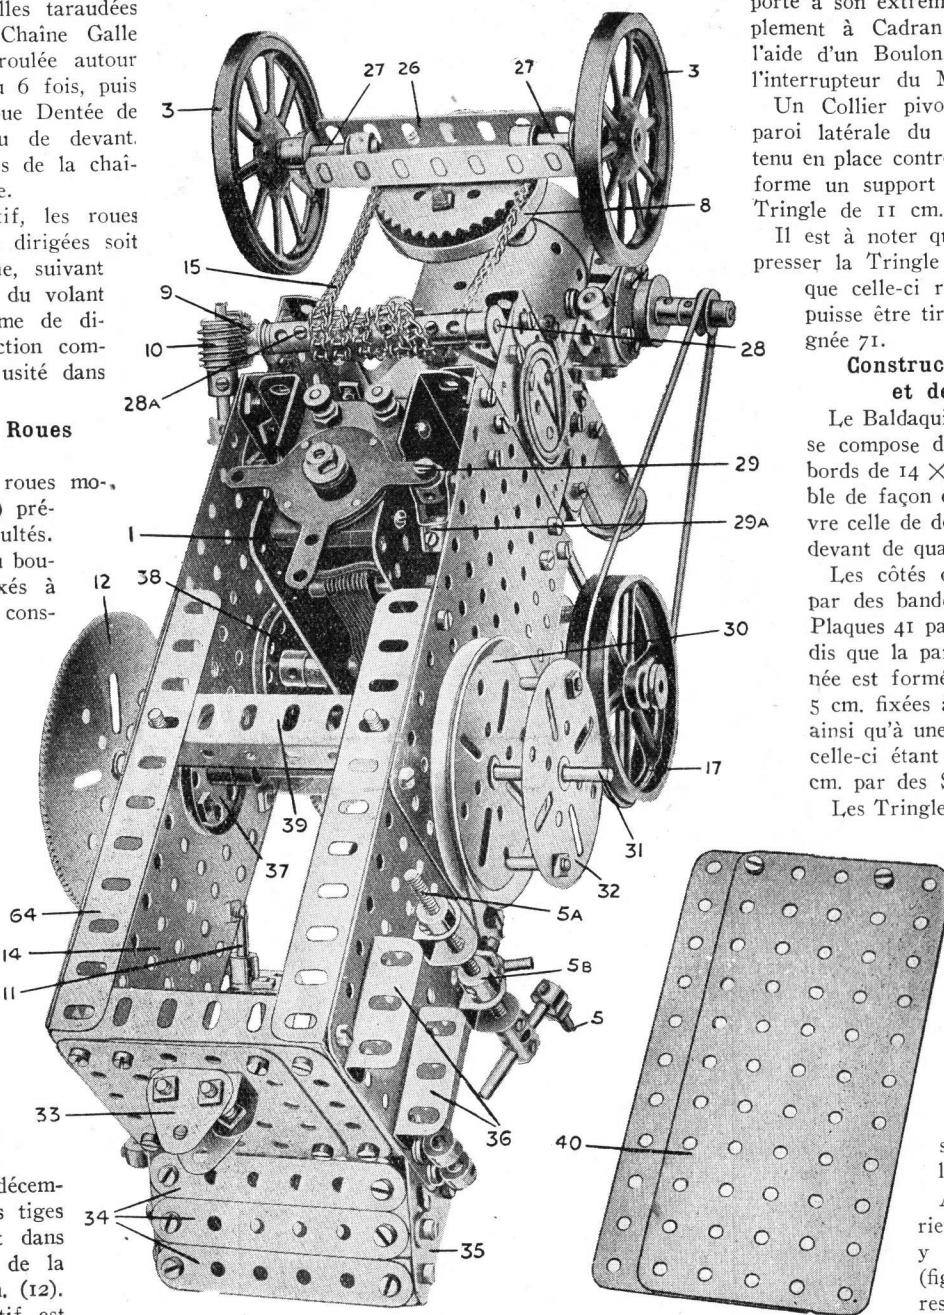

Fig. 5. — Vue de dessous, montrant le mécanisme de direction et le Moteur Electrique.
DANS notre numéro du mois passé nous avons décrit la construction du châssis principal du Tracteur Meccano et nous nous sommes occupés de tous les détails de la Chaudière et du Moteur, ainsi que du mécanisme de freinage. La fig. 4 du présent numéro représente le modèle vu d'en haut, ce qui met en évidence les engrenages et le moteur, tandis que la vue du modèle complet prise d'en bas (fig. 5) montre très clairement la position du Moteur, ainsi que les engrenages de direction et de freinage. Après avoir construit la partie du Moteur et de la Chaudière et l'avoir ajustée à la partie de derrière du modèle, comme nous l'avons décrit le mois dernier, il faut passer à la construction du mécanisme commandant le mouvement du modèle.
Les roues motrices de devant 3 (fig. 5), qui consistent en Roues de 75 mill., sont montées sur les Tringles de 38 mill. (27) passées dans les trous d'une Bande Courbée de 90 x 12 mill. Celle-ci est fixée à l'intérieur d'une cornière en « U » formée de deux Cornières de 9 cm.
(26) boulonnées ensemble, comme on le voit sur la fig. 5. Les extrémités intérieures des Tringles sont passées dans des Equerres boulonnées aux Cornières et sont tenues en place par des Colliers fixés aux Tringles contre les Equerres. Ce dispositif est montré sur la fig. 5.
Le Boudin de Roue 8 (fig. 5) est fixé aux Cornières 26 par des Boulons passés à travers une Roue Dentée de 5 cm.; une Tringle de 38 mill. fixée à celle-ci joue le rôle d'un pivot pour l'essieu de devant. La Tringle est passée dans une Bande à double Courbure 8a (voir fig. 2 dans notre numéro de décembre) boulonnée au-dessous de la Chaudière et est tenue librement en position au moyen d'un Collier placé sur la Tringle à l'intérieur de la Chaudière. Le mécanisme de direction est commandé par une roue directrice 4 (fig. 4) fixée à une Tringle de 20 cm. (11) qui est
passée dans des Supports Doubles boulonnés à la paroi latérale du châssis de la partie arrière du modèle (voir aussi fig. 3, M.M. de décembre). La Tringle de direction 11 porte à son extrémité inférieure une Vis sans fin 10 (fig. 5) qui engage un Pignon de 19 mill. (9) sur une Tringle de 9 cm. (28), cette Tringle étant passée dans des Bandes de 38 mill. boulonnées aux plaques latérales du châssis (voir aussi fig. 3, M.M. de décembre).
La Tringle 28 porte plusieurs Accouplements et Colliers 28A (fig. 5) dont les chevilles taraudées servent à saisir une Chaîne Galle de 40 cm. qui est enroulée autour des accouplements 5 ou 6 fois, puis passée autour de la Roue Dentée de 5 cm. fixée à l'essieu de devant. Naturellement, les bouts de la chaîne sont joints ensemble.
En plaçant la roue sur la Tringle 31 (fig. 5 et fig. 3 du n° de décembre), on verra que les tiges des boulons entreront dans les trous des fentes de la Roue dentée de 9 cm. (12). Le but de ce dispositif est d'assurer une plus forte prise à la roue motrice, que si elle était simplement fixée par les vis d'arrêt des Roues-Barillettes fixées aux Disques à moyeu. Quant à la roue motrice gauche, il faut l'écarter de la paroi du châssis de la partie arrière du modèle afin de laisser l'espace nécessaire à la rotation libre du volant 17 (fig. 4). A cette fin on passe sur la Tringle 31 un plateau central de 6 cm. (32) (fig. 5) portant deux Chevilles filetées et sa vis d'arrêt est fixée de façon à ce que les Chevilles filetées engagent les fentes ou les trous du tambour de frein 30.
On voit la poignée 71 commandant le Moteur Electrique de 4 volts sur la fig. 4. En tirant ou poussant la poignée on peut mettre en marche le Moteur, l'arrêter ou le renverser. La poignée, qui est formée d'une Tringle de 25 mill. passée dans un Support de Rampe, est fixée par un Accouplement à une Tringle de 11 cm. et demi qui porte à son extrémité inférieure un Accouplement à Cadran 29A (fig. 5) pivoté à l'aide d'un Boulon 29 à l'un des bras de l'Interrupteur du Moteur.
Afin de compléter l'extérieur réaliste du modèle, on y ajoute des marches 36 (fig. 5) formées de Cornières de 38 mill. qu'on boulonne aux Plaques du châssis principal.
Une fois la construction du modèle achevée, on peut placer un Accumulateur Meccano de 4 volts-8 ampères dans l'emplacement qui lui est réservé dans la partie arrière du modèle, comme on le voit sur la vue générale du modèle (fig. 5, ainsi que fig. 1 du n° de décembre), les bornes en étant jointes par deux fils isolés